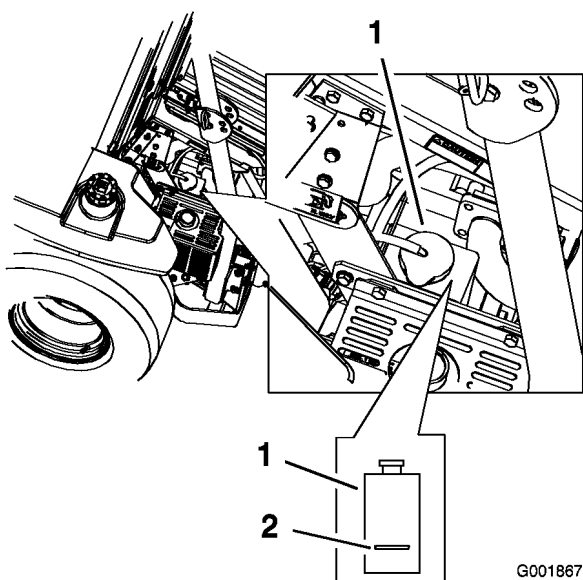

Figura 57
3. A motore freddo, controllate il livello della bottiglia di troppopieno. Il fluido deve raggiungere la protuberanza sulla bottiglia di troppopieno (Figura 57).
4. In caso di basso livello rabboccate la bottiglia di troppopieno con una miscela di 50% antigelo di lunga durata/Dex-Cool® e 50% acqua (Figura 57).
5. Versate la miscela di refrigerante 50/50 nella bottiglia di troppopieno e riempietela fino alla linea di indicazione riportata sulla bottiglia (Figura 57).